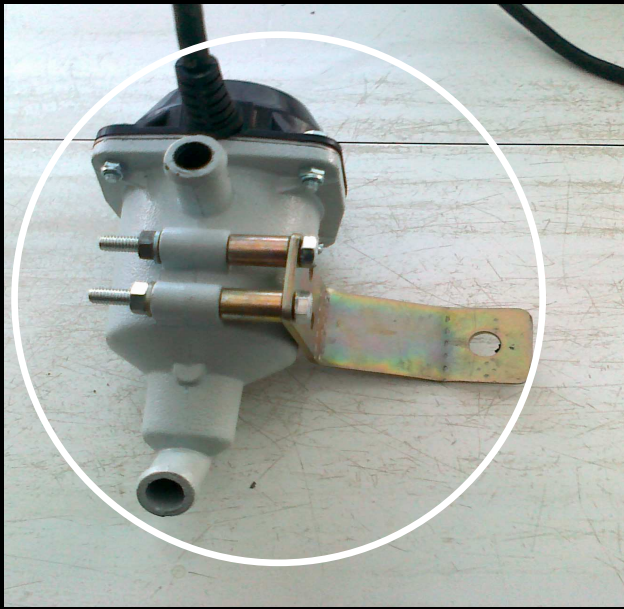

Рис.1 Положение подогревателя на кронштейне
3.4. Подогреватель закрепить на кронштейне при помощи болтов и гаек через втулки из комплекта (рис.1).